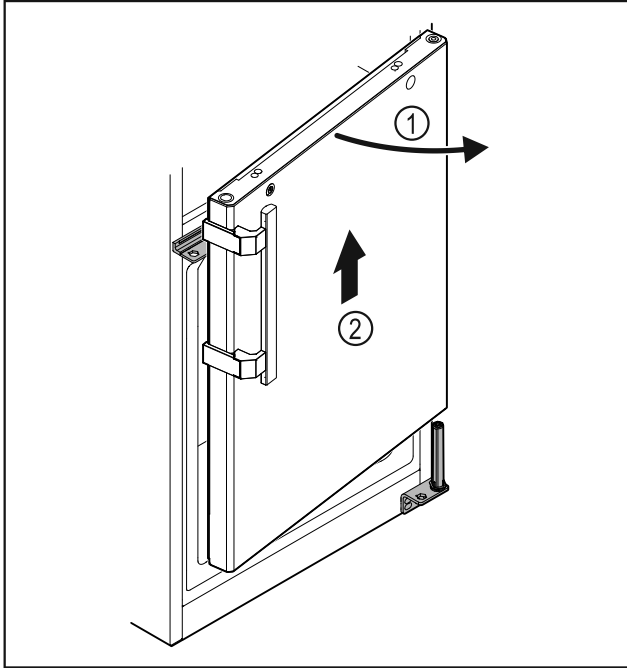

Fig. 33
- ▶ Дверцята Fig. 33 (1) трохи відкрити, приблизно на 200 мм підняти прямо вгору і зняти Fig. 33 (2).